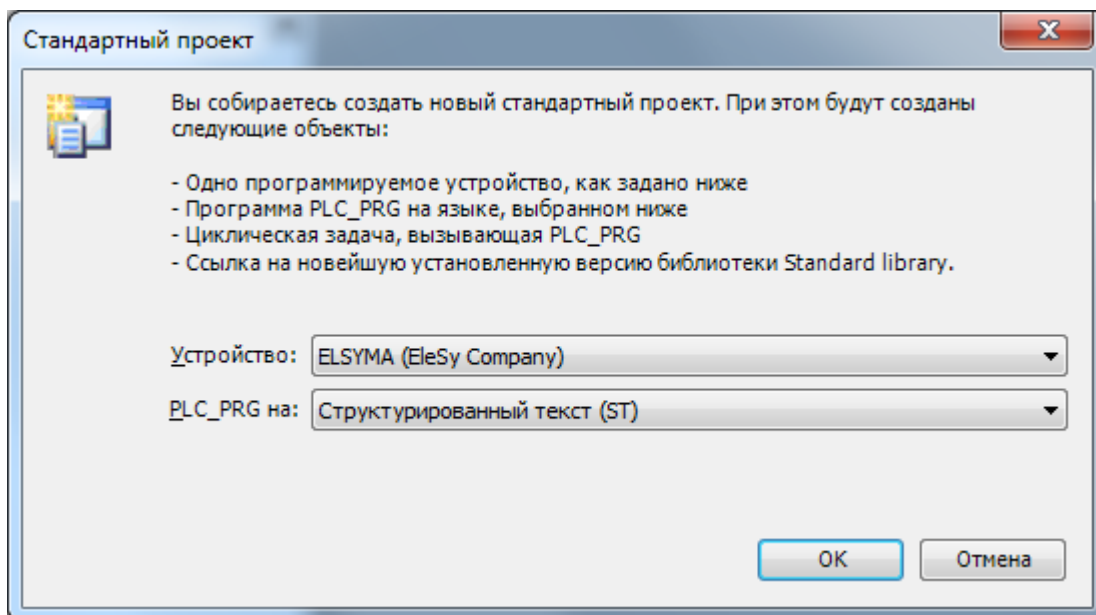

Рисунок 2.16 – Система разработки *CoDeSys*. Настройка стандартного шаблона проекта
5 В окне **"Стандартный проект"** в списке **Устройство:** выбрать контроллер **ELSYMA (EleSy Company)**, в списке **PLC\_PRG на:** – язык реализации основного программного компонента **Структурированный текст (ST)** (рисунок 2.16).